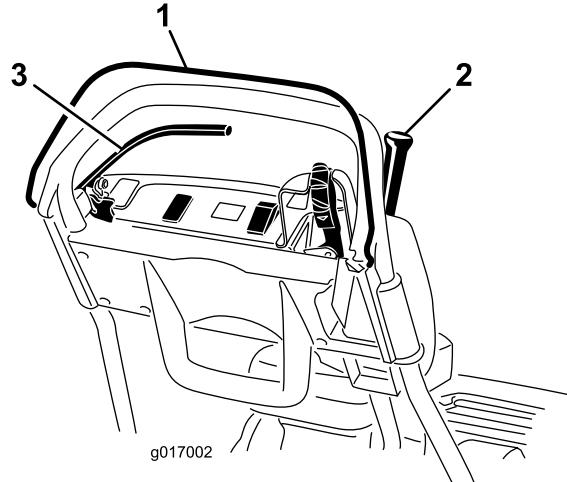

图26
3. 放开操作员到位控制装置后，尝试接合牵引杆（图26）。牵引杆应该不能接合。如果牵引杆能够接
4. 压下操作员到位控制装置并接合牵引杆，然后松开操作员到位控制装置（图26）。牵引杆应脱离。如果牵引杆不能分离，则需要对联锁系统进行维修。请在操作之前解决该问题。请参阅“维修联锁开关”。
5. 压下操作员到位控制装置并将换档控制杆移至左侧，接合牵引和滚刀驱动装置，然后松开操作员到位控制装置（图26）。牵引杆应脱离。如果牵引杆不能分离，则需要对联锁系统进行维修。请在操作之前解决该问题。请参阅“维修联锁开关”。
6. 压下操作员到位控制装置并将换档控制杆移至右侧，接合牵引和滚刀驱动装置，将换档控制杆移至右侧，分离滚刀驱动装置（图26）。滚刀驱动装置应分离。如果牵引杆不能分离，则需要对联锁系统进行维修。请在操作之前解决该问题。请参阅“维修联锁开关”。
2. 压下操作员到位控制装置，接合牵引杆并使发动机控制装置处于启动位置（图26）。尝试启动发动机。发动机不应启动。如果发动机启动了，则需要对联锁开关进行维修。请在操作之前解决该问题。请参阅“维修联锁开关”。
2. 分离牵引杆，接合刹车并使发动机控制装置处于启动位置（图26）。尝试启动发动机。发动机应该能够启动。如果发动机没有启动，则需要对联锁开关进行维修。请在操作之前解决该问题。请参阅“维修联锁开关”。
3. 发动机运行时, 接合刹车(而非驻车刹车), 压下操作员到位控制装置并接合牵引杆(图26)。发动机应慢慢减速, 但不应熄火。如果发动机熄火了, 则需要对联锁开关进行维修。请在操作之前解决该问题。请参阅“维修联锁开关”。
4. 发动机运行时, 接合驻车刹车锁定装置, 压下操作员到位控制并接合牵引杆(图26)。发动机应该熄火。如果发动机没有熄火, 则需要对联锁开关进行维修。请在操作之前解决该问题。请参阅“维修联锁开关”。